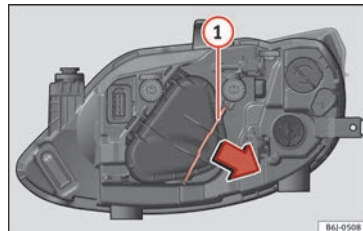

Fig. 91 Faro simple.
- Desplace el tirante » fig. 91 ① en el sentido de la flecha y saque la tapa.